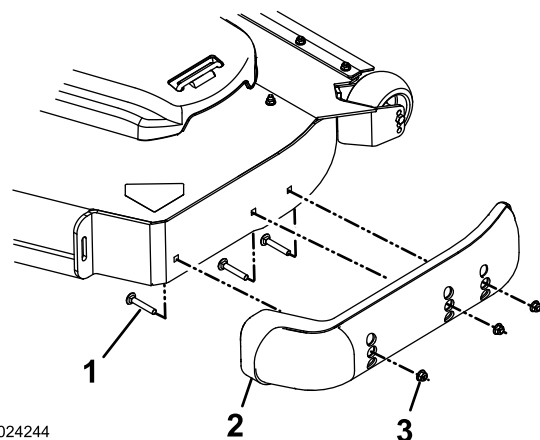

Figura 36
- Retire los pernos de cuello cuadrado y las tuercas de cada patín (Figura 36).